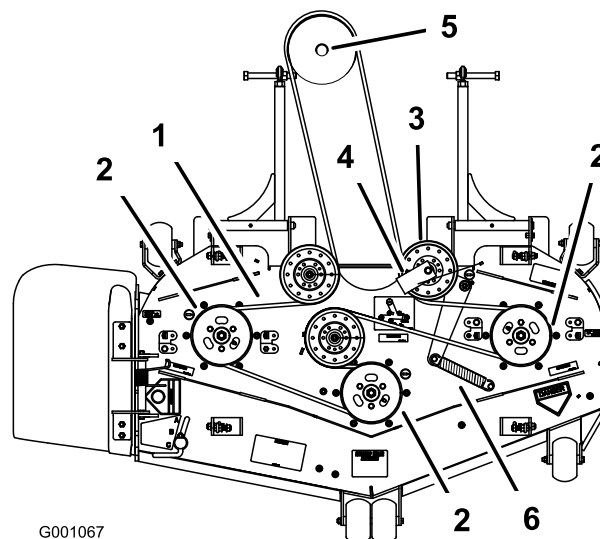

Figura 71
8. Montate la nuova cinghia attorno alle pulegge del tosaerba ed alla puleggia degli ingranaggi, sotto il motore (Figura 71).
9. Montate il guidacinghia sul tendicinghia a molla, ad un angolo di 45 gradi, come illustrato in Figura 71. Serrate il bullone a un valore compreso tra 37 e 45 Nm.
10. Montate la molla di rinvio sui due poli (Figura 71).